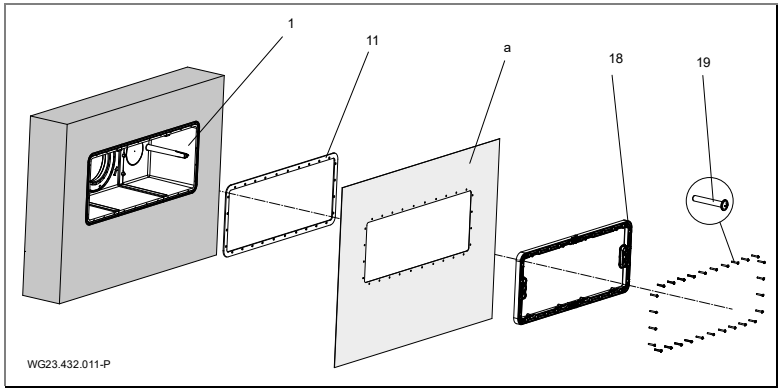

Abb. 7
Für die Abdichtung zur Betonwand wird empfohlen, einen umlaufenden Ring aus Epoxidharz/Quarzsand an der beckenseitigen Außenwand des Gehäuses (1) zu erstellen. Siehe "Abb. 7" auf Seite 24